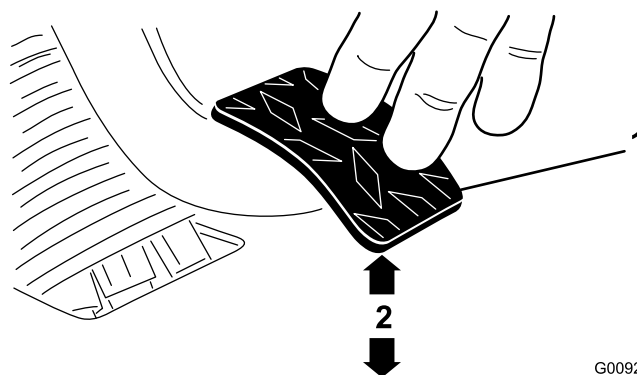

Figure 70
3. Ajustez les écrous de blocage ou la rotule jusqu'à ce que le bord inférieur arrière de la pédale d'embrayage soit à  $9,5 \pm 3$  cm du haut du plancher quadrillé quand une force de 1,8 kg est appliquée sur la pédale (Figure 70).